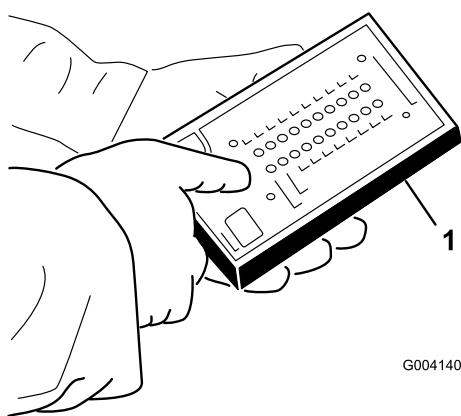

Bild 42
3. Schließen Sie den Stecker der ACE-Diagnostikanzeige an den Kabelbaum an (Bild 42). Stellen Sie